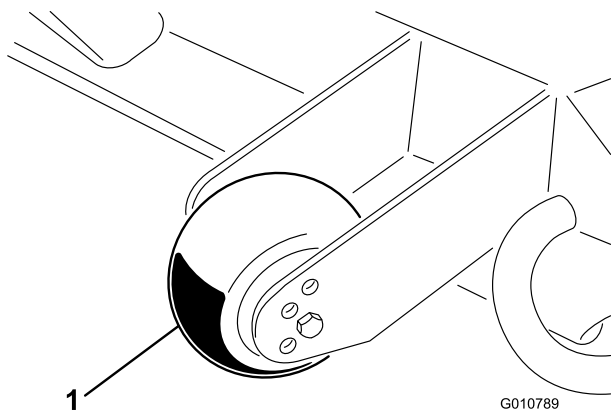

図 11
1. ゲージホイールをデッキのブラケットに固定しているキャップスクリューとナットを取り外す（図 11）。